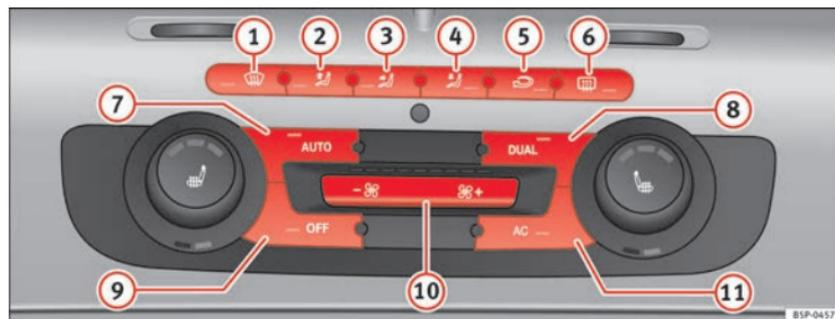

Fig. 114 Mandos del 2C-Climatronic en el tablero de instrumentos.
- Para activar el modo manual pulse una de las teclas ⇒ página 160, fig. 114 (1) al (5), o pulse las teclas de la turbina (10). La función seleccionada aparecerá en el display de la radio o del navegador.
- Pulse la tecla  ⇒ página 160, fig. 114  para conectar o desconectar la recirculación de aire. Está conectada si en el display aparece el símbolo .